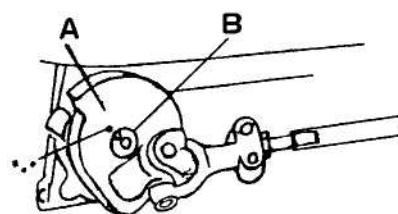

Рис. 19
Стандартное положение нитевого крючка определяется положением коленчатого вала «A» нитевого крючка и основного вала «B». Когда метка «.» на коленчатом рычаге совпадает с осью клиновидного паза главного вала, зафиксируйте коленчатый рычаг нитевого крючка в этом положении (рис. 19).
3. В результате регулировки положения метки «.» на коленчатом валу нитевого крючка относительно клиновидного паза главного вала (рис. 19) меняется расположение нитевого крючка, поэтому необходимо выполнить более точную регулировку его положения. Идеальные условия работы обеспечиваются только при тщательном подборе и повторной регулировке трех указанных выше условий.
1. Регулировка взаимного расположения осуществляется посредством регулировки положения метки «J» на коленчатом валу нитевого крючка и клиновидного паза на главном валу (рис. 19).